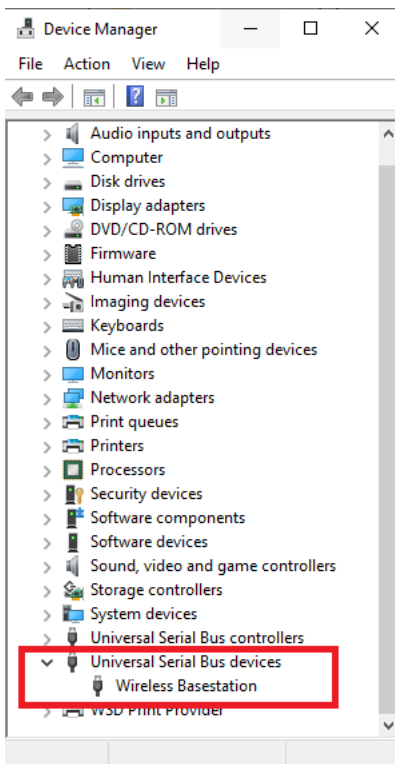

Figure 3.5 – Station de base sans fil affichée dans le Gestionnaire de périphériques après une installation réussie du pilote USB.
7. Une fois l'installation terminée, confirmez que la *Station de base sans fil* apparaît sous l'onglet *Périphériques de bus série universel* dans le Gestionnaire de périphériques (Figure 3.5).